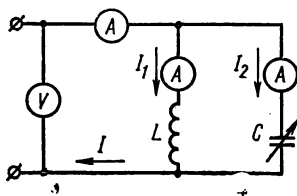

Рис. 2.59
1. Резонансом токов называют режим работы разветвленной электрической цепи, содержащей ветвь с индуктивностью и ветвь с емкостью (рис. 2.59), при котором разность фаз напряжения на зажимах цепи и тока на входе цепи равна нулю.
1. Собрать цепь (см. рис. 2.59) и показать ее преподавателю для проверки.